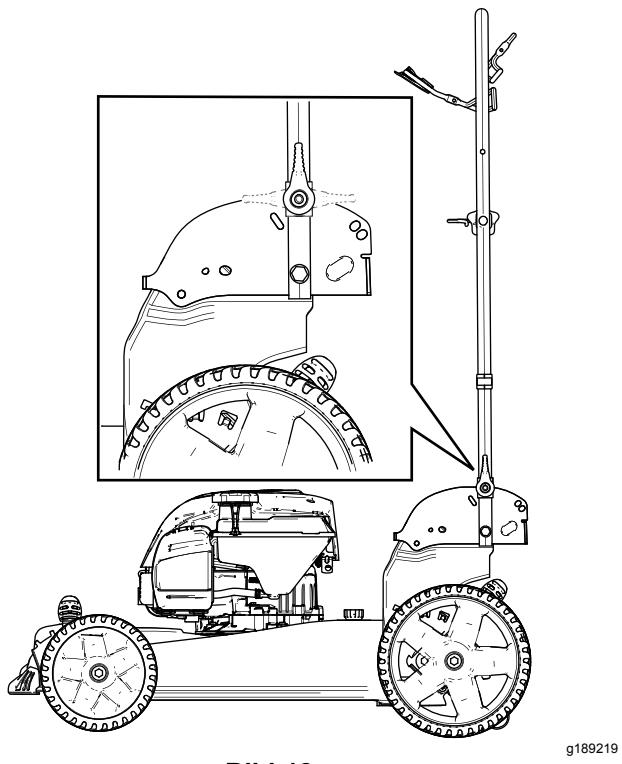

Bild 18
3. Klappen Sie den Holm nach vorne entweder in die aufrechte Stellung oder in die ganz nach vorne gecklappte Stellung, wie in Bild 18 abgebildet.